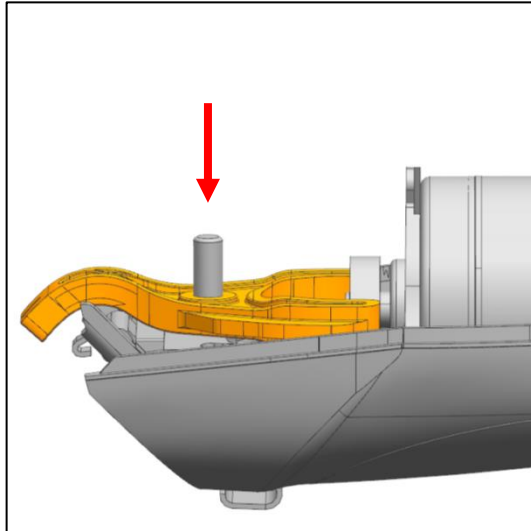

Abb. 43
- a) Drücken Sie den Antriebshebel auf den Lagerstift des Motorträgers (Abb. 43).